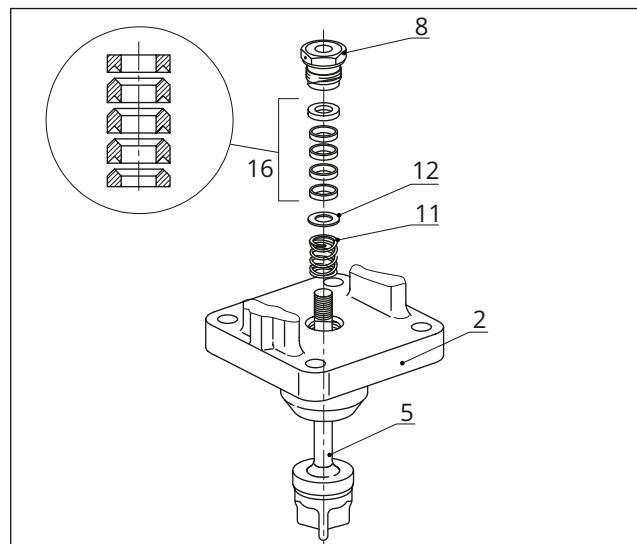

Bild 26: Stopfbuchspackung Standard
- ckungsraum einschieben. Korrekte Anordnung beachten, vgl. Bild 26.
12. Kegel (5) fest in den Sitz (4) drücken. Dabei Flansch (2) mit Gehäusemuttern (14) befestigen. Gehäusemuttern schrittweise über Kreuz anziehen. Anzugsmomente beachten.
13. Gewindebuchse (8) einschrauben und festziehen. Anzugsmomente beachten.
14. Kontermutter (10) und Kupplungsmutter (9) lose auf Kegelstange schrauben.
9. Stopfbuchsteile mit einem geeigneten Werkzeug vorsichtig über die Kegelstangenverlängerung in den Packungsraum einschieben. Korrekte Anordnung beachten, vgl. Bild 26.
10. Ventiloberteil mit Schrauben (32) und Muttern (33) befestigen. Anzugsmomente beachten.
11. Gewindebuchse (8) einschrauben und festziehen. Anzugsmomente beachten.
12. Kontermutter (10) und Kupplungsmutter (9) lose auf Kegelstange schrauben.
13. Flansch (2) auf das Gehäuse setzen.
14. Stopfbuchsteile mit einem geeigneten Werkzeug vorsichtig über die Kegelstange in den Packungsraum einschieben. Korrekte Anordnung beachten, vgl. Bild 26 und Bild 27.
15. Kegel (5) fest in den Sitz (4) drücken. Dabei Flansch (2) mit Gehäusemuttern (14) befestigen. Gehäusemuttern schrittweise über Kreuz anziehen. Anzugsmomente beachten.
16. Gewindebuchse (8) einschrauben und festziehen. Anzugsmomente beachten.
17. Kontermutter (10) und Kupplungsmutter (9) lose auf Kegelstange schrauben.